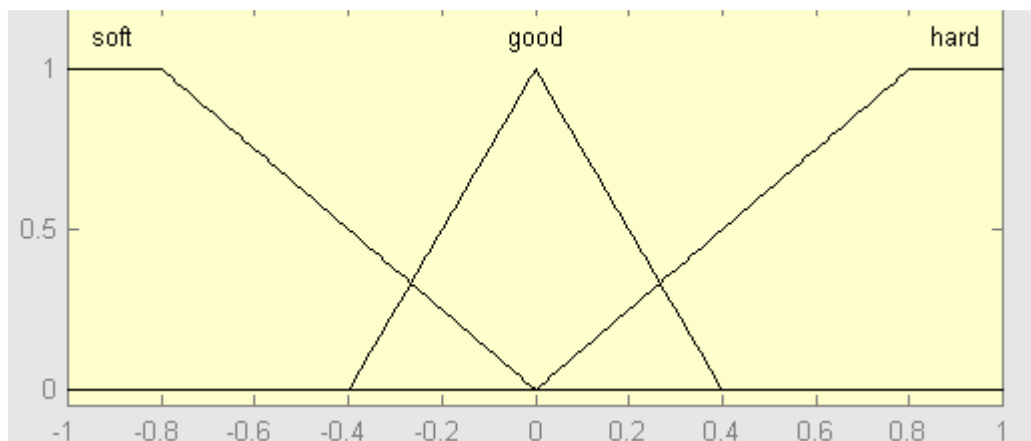

Figura 6: Conjuntos borrosos para el flujo
- (2) Para el flujo: *soft*, *good*, *hard*, con las gráficas de la figura 6. El dominio es $[-1,1]$.